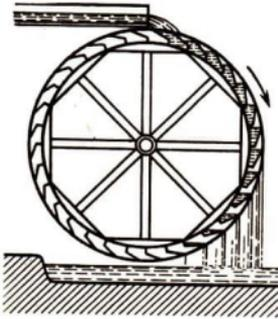
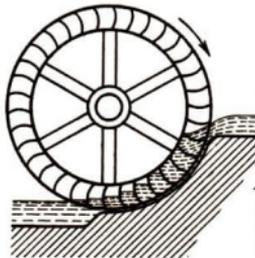

Abb. 306
Abb. 307
**I. Wasserräder.** Je nachdem, ob das Wasser das Rad von oben, von der Seite oder von unten her beaufschlagt, unterscheidet man *oberschlächtige, mittelschlächtige und unterschlächtige Wasserräder*. Die oberschlächtigen Wasserräder (Abb. 306) sind meist Räder von großem Durchmesser und mit Zellen oder Bechern ausgestattet, die sich mit Wasser füllen. Das Rad wird durch das Gewicht des Wassers in Umdrehung versetzt. Oberschlächtige Wasserräder werden von kleinen Betrieben verwendet, wenn nur verhältnismäßig wenig Wasser mit geringem Gefälle zur Verfügung steht. Bei größeren, schnellfließenden Wassermengen werden vorzugsweise die leistungsfähigeren mittel- und unterschlächtigen Wasserräder (Abb. 307 und 308) eingebaut, die mit Schaufeln ausgerüstet sind und die Geschwindigkeit des Wassers ausnutzen.